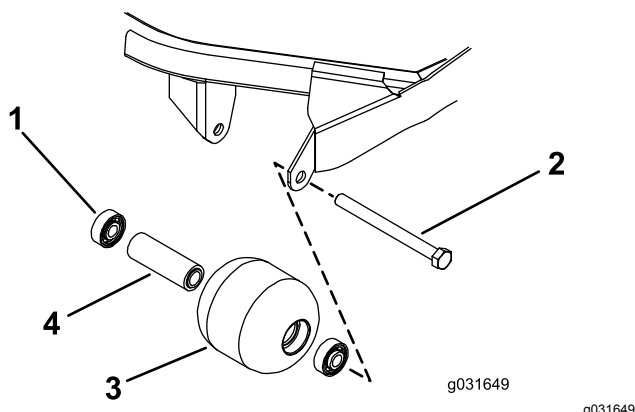

Figura 66
- Retire el perno de montaje del rodillo (Figura 66).
- Introduzca el primer cojinete en el alojamiento del rodillo, haciendo presión solamente sobre el anillo de rodadura exterior, o de forma igual sobre el anillo exterior y el interior (Figura 66).
- Introduzca el espaciador (Figura 66).
- Introduzca el segundo cojinete en el alojamiento del rodillo hasta que entre en contacto con el espaciador, haciendo presión solamente sobre el anillo de rodadura exterior, o de forma igual sobre el anillo exterior y el interior (Figura 66).
- Inspeccione el alojamiento del rodillo, los cojinetes, y el espaciador del cojinete (Figura 66).